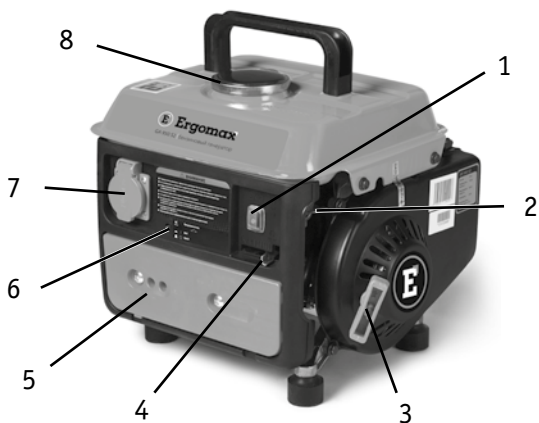
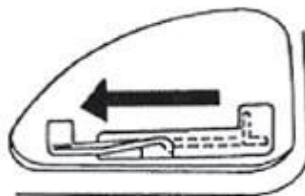

Рис. 1.1
Рис. 3.2
Внешний вид генератора и расположение элементов управления представлено на **рис. 1.1** и **1.2**.
1. Открутите крышку топливного бака (8) (**рис. 1.1**) и проверьте уровень топлива.
2. Переведите выключатель двигателя (1) в положение «ВКЛ» (рис. 1.1).
3. Передвиньте рычаг воздушной заслонки (4) до упора влево (рис. 1.1), как показано на схеме (рис. 3.2). Если двигатель теплый, оставьте рычаг в прежнем положении.
4. Потяните на себя рукоятку стартера (3), пока не почувствуете натяжение шнура стартера, затем резко дерните рукоятку на себя (рис. 1.1). Повторите несколько раз до пуска двигателя.
3. Подсоедините оборудование к розетке переменного тока (7) (**рис. 1.1**).
**ВНИМАНИЕ!** При превышении максимально допустимой нагрузки (см. п. 7 «Технические характеристики») предохранитель (6) отключится автоматически и разъединит цепь переменного тока. В этом случае для продолжения работы, необходимо сначала устранить причину перегрузки, а потом вновь перевести предохранитель в положение «ВКЛ».
Для аварийной остановки двигателя просто поверните выключатель двигателя (1) в положение «ВЫКЛ» (рис. 1.1).
1. Выключите все электроприборы, подключенные к генератору, и вытащите вилку из розетки переменного тока (7) (рис. 1.1).